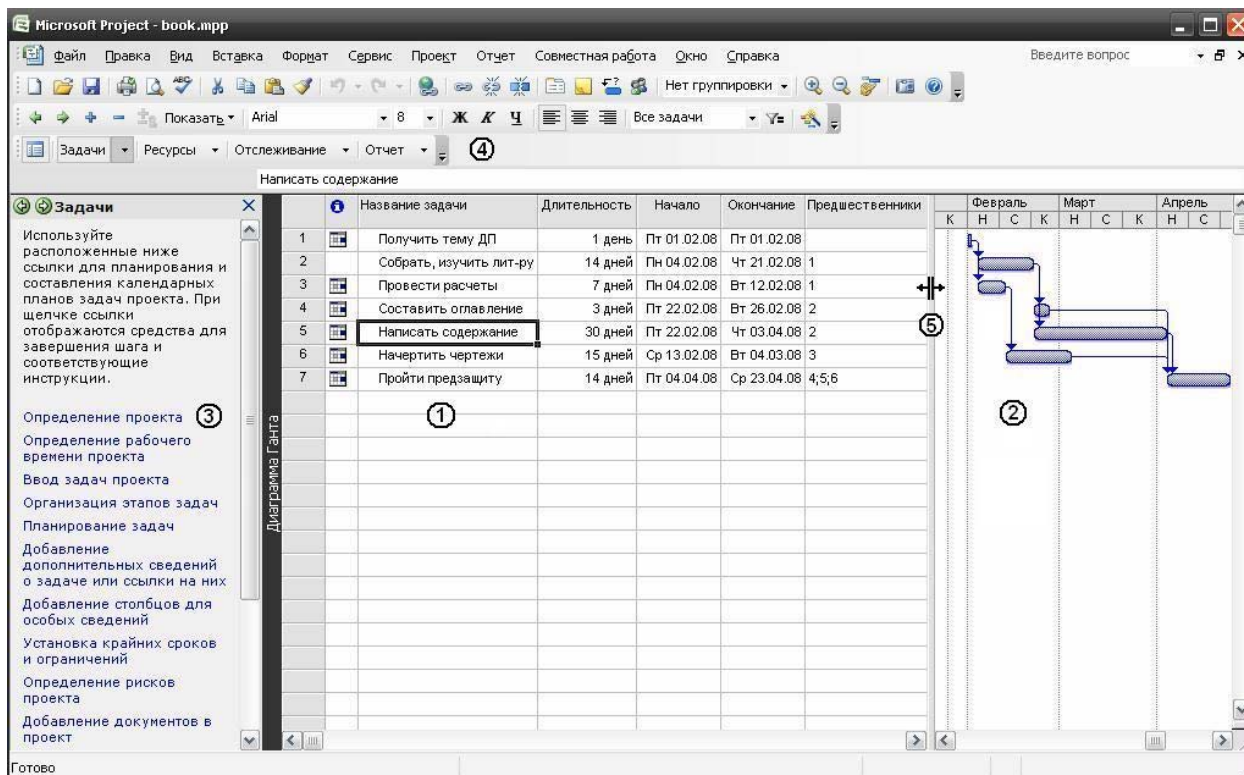

Рис. 13
При запуске Microsoft Project устанавливается представление *диаграмма Ганта* (рис. 13): в блоке (1) показан перечень работ проекта, а в блоке (2) показана непосредственно диаграмма Ганта для этих работ.
На рис. 13 выведены блоки (3) и (4) – они отображаются через меню *Вид – Включить консультант*. Блок (4) содержит четыре этапа работы менеджера проекта – *Задачи* (составление календарного плана работ проекта), *Ресурсы* (создание и назначение ресурсов работам), *Отслеживание* (отслеживание хода выполнения и управление проектом), *Отчет* (просмотр состояния и создание отчетов) – и соответствующие им 4 группы действий, рекомендуемых компанией Microsoft. *Консультант* полезен начинающим пользователям Microsoft Project, поскольку позволяет последовательно выполнить все требуемые действия в режиме мастера.
Задания: 1). Используя данные ранее рассмотренного проекта *Дипломный проект* из раздела 7.6, введите и настройте работы, как на рис. 13. 2). Попробуйте приведенные выше инструменты. 3). Для более тонкой настройки работ используйте приведенную ниже информацию этого раздела.